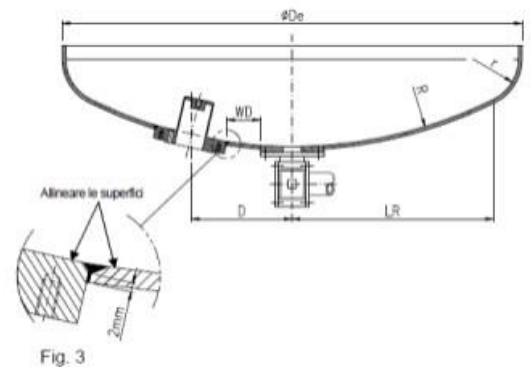

Fig. 3
Внутренний край емкости должен быть круглым, чтобы угол наклона внутрь составлял 45° (создавая паз для сварки). На внешнем крае отверстия следует оставить прямую часть примерно на 2 мм рис. 3.
- ◆ Вставьте фланец в отверстие емкости, убедившись, что внутренняя поверхность закругленного дна совмещена с внешними краями фланца, см. рис. 3.